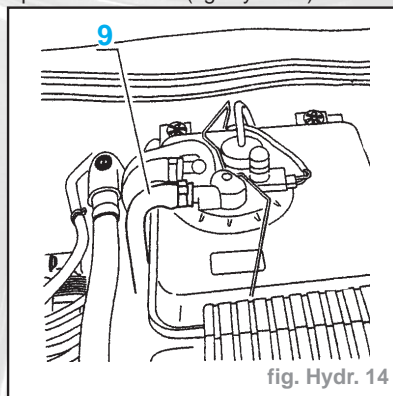

fig. Hydr. 14
- désaccoupler le tube (9) haute pression de la pompe (fig. Hydr. 14)
- raccorder le tube (9) au réservoir dès que le niveau baisse
- Faire le niveau du réservoir, véhicule en position "Haute". (fig. Hydr. 14)